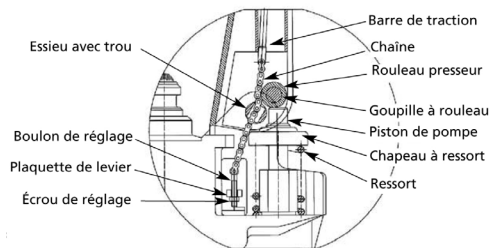

Figure 3
3. Placez la poignée de commande en position « Abaisser » passent alors l'écrou de réglage ajustant le boulon et la chaîne par le trou de l'axe (voir la Figure 3). Lisez soigneusement tous les manuels inclus avec ce produit avant la mise en service. N'exécutez jamais la capacité maximum du camion.